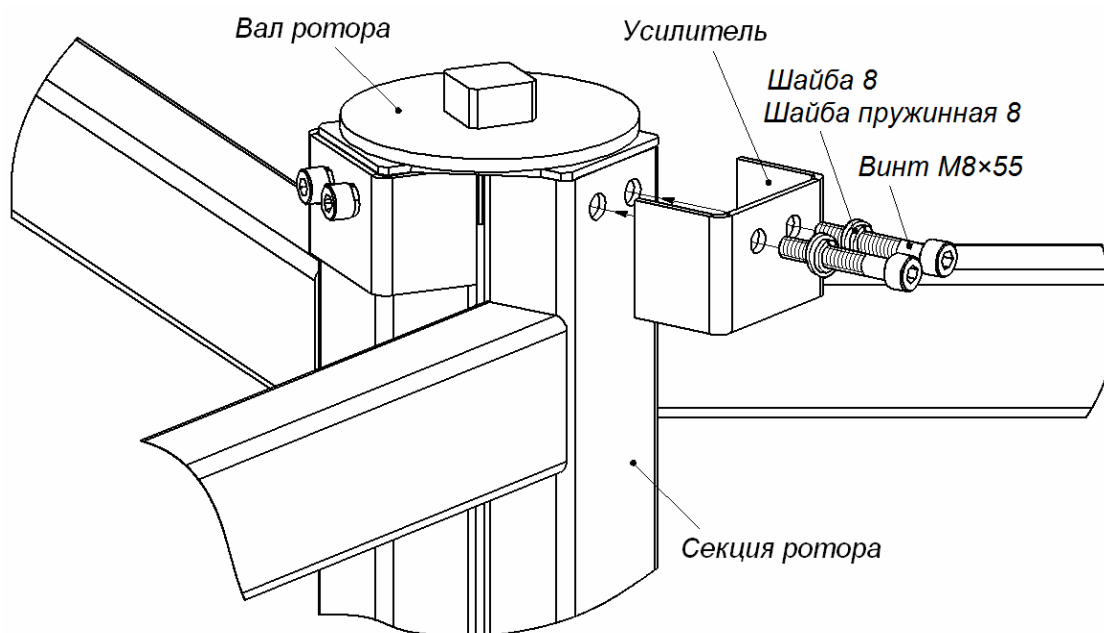

Рисунок 17. Схема усиления ротора
- Из ящика №5 распакуйте и затем последовательно закрепите на элементах крепления установленной секции ротора две оставшиеся секции. Для верхних точек крепления секций используйте усилительные элементы и по 2 болта М8×55 с шайбами 8 и пружинными шайбами 8, для остальных точек крепления секций – по 10 болтов М8×12 с пружинными шайбами 8 (см. рис. 17°и°18). Для удобства при монтаже используйте ключ SW6 с магнитным наконечником.